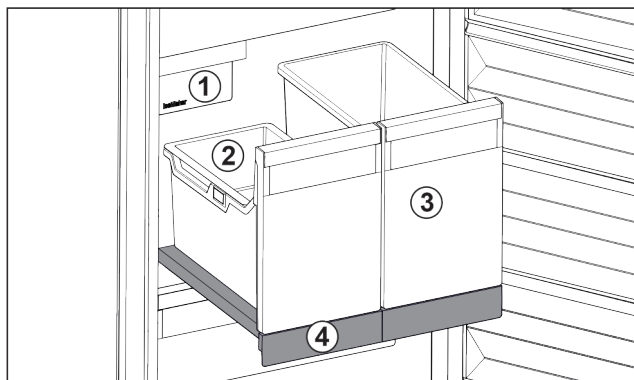

Fig. 28 Изтегляща се дъска с IceTower
- (2) Окачваща се поставка
- (4) Изтегляща се дъска за ледени кубчета
Върху изтеглящата се дъска има два високи съда (IceTower). В съда Fig. 28 (2) се събират и съхраняват ледени кубчета от IceMaker. Съдът Fig. 28 (3) е подходящ за съхранение на високи хранителни продукти като пици или алкохолни напитки.